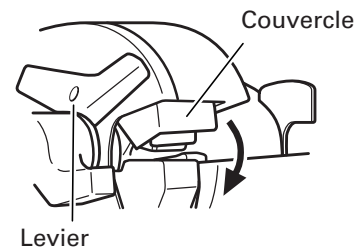

Fig. 16
- Vérifier impérativement que le couvercle du couteau est refermé lorsqu'on ne se sert pas de l'outil pour un travail de coupe. Si le couvercle reste ouvert, le couteau risque de se coincer dans des corps étrangers et de provoquer des blessures graves. (Fig. 16)
- Éviter tout travail de coupe dépassant les capacités maximales de l'outil données dans les spécifications. Ne jamais couper de matériaux durs, par exemple du béton préfabriqué (PC) ou de l'acier. Ce genre de matériaux risque de se fendre en éclats et de provoquer des blessures.